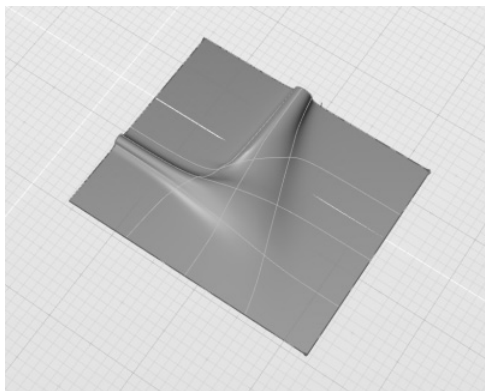

图 4-56 针对第2组曲线创建放样曲面
- 5) 针对第2组曲线也可做类似操作。使用“放样”工具，针对第2组两条曲线创建一个放样曲面，如图4-56所示。